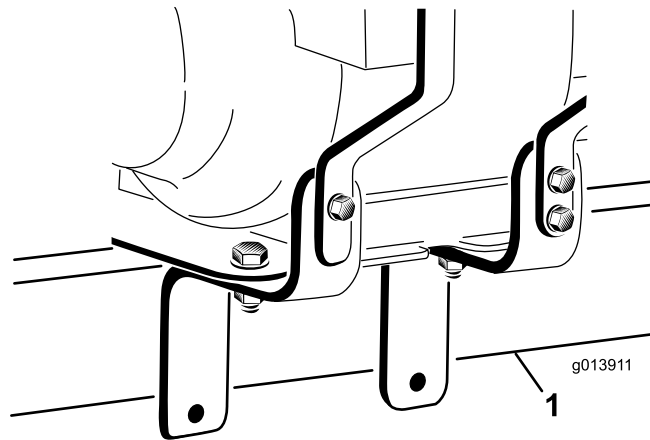
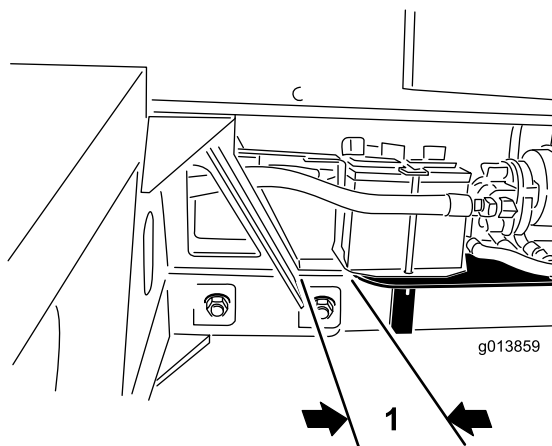

Figura 5
Figura 6
2. Perno de sujeción de la batería (2)
19. Puesto que el conjunto del motor pesa mucho, puede ser difícil posicionar este componente. Con la ayuda de otra persona, posicione el conjunto del motor sobre la barra de enganche de la ProPass. Asegúrese de que los soportes de montaje del motor están colocados en cada lado de la barra de enganche (Figura 5), y que el borde trasero de la placa de montaje del motor está a pulgada (25 mm) aproximadamente del alojamiento de la barra del enganche de la ProPass (Figura 6).